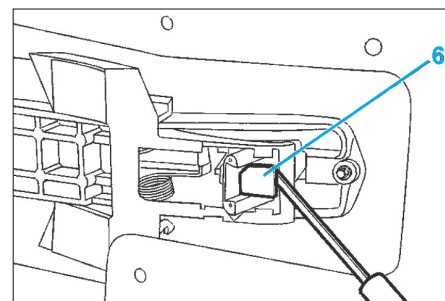

Fig. 37
- Dégrafer la poignée (6) de son mécanisme par l'intérieur (Fig.37).